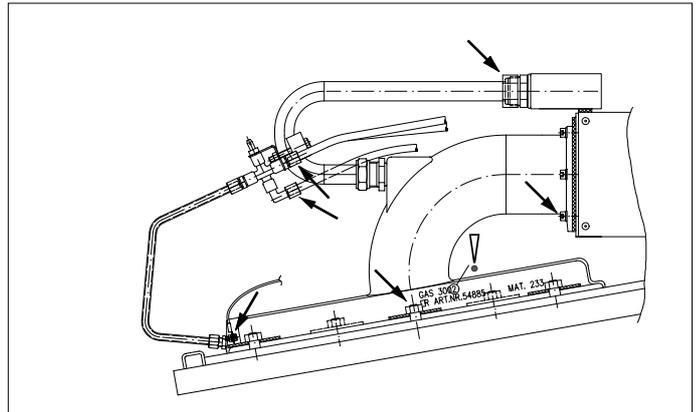
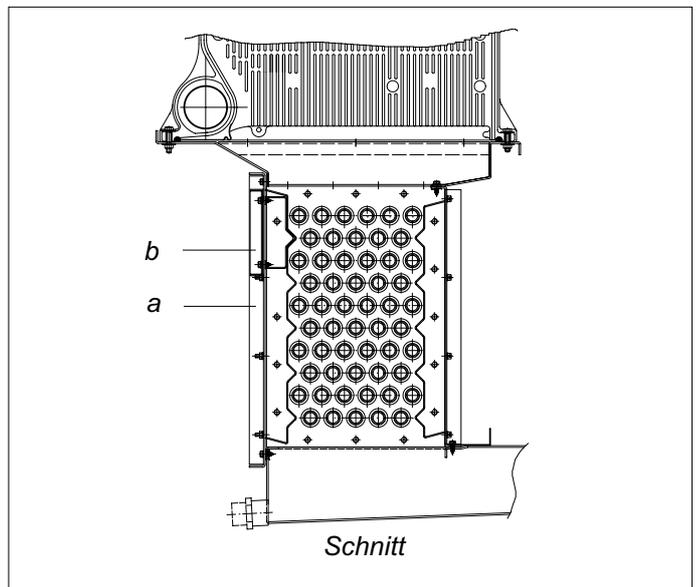

Bild 17 Befestigungspunkte der Brenneinheit
Bild 18 Schnittzeichnung des Kondensationswärmetauschers
- Überprüfen Sie die Kesselblöcke auf Verschmutzung; dazu ein oder zwei Brenneinheiten pro Module, einschliesslich Mischstück (siehe Bild 17), demontieren. Ist eine Reinigung erforderlich, sind alle Brenneinheiten zu demontieren. Achten Sie darauf dass die Brenneroberfläche nicht beschädigt wird. Demontieren Sie anschliessend die Frontplatte des zweiten Wärmetauschers (siehe a, Bild 18).
- Überprüfen der Kondensationswärmetauscher auf etwaige Verschmutzungen, wenn die Frontplatte der Kondensationswärmetauscher noch nicht demontiert ist, über die Schauluken (siehe b, Bild 18). Für eine Reinigung ist die Frontplatte des Kondensationswärmetauschers abzunehmen. Mit Wasser und eventuell einer Nylon-Reinigungsbürste reinigen.